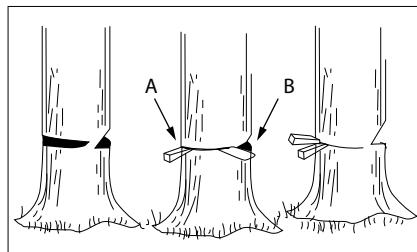

Рис. 16
Используйте деревянные или пластмассовые клинья (A), чтобы предотвратить заклинивание шины или цепи (B) в срезе. Клины также управляют валкой (рис. 16).